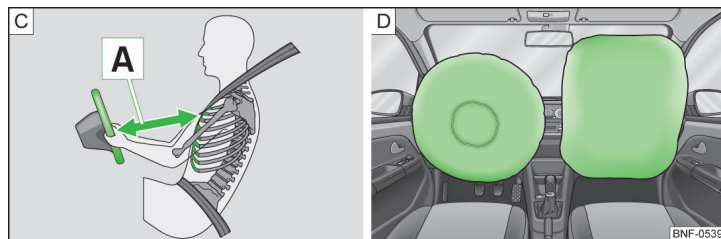

Fig. 7 Sikker afstand til rattet / Airbags fyldt med gas
Når airbaggene udløses, folder de sig ud foran føreren og forsædepassageren » Fig. 7 - D. Når føreren og forsædepassageren rammer de helt oppustede airbags, dæmpes deres bevægelse fremad, og risikoen for kvæstelse af hoved og overkrop reduceres.
- Det er vigtigt, at føreren og forsædepassageren holder en afstand på mindst 25 cm til henholdsvis rattet og instrumentpanelet **A** » Fig. 7. Hvis du ikke overholder minimumsafstanden, kan airbagsystemet ikke beskytte, som det skal – livsfare! Desuden skal forsæderne altid være indstillet korrekt, så de passer til kroppens størrelse.